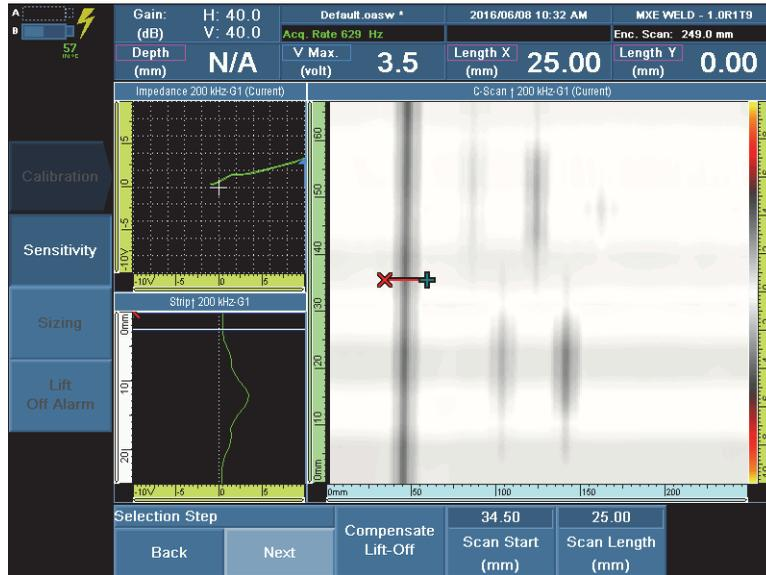

图 4-2 将光标放置在第一个刻槽的两侧（颜色会变化）
7. 将光标放置在缺陷的两侧，并覆盖缺陷的整个长度，选择 **Compensate Lift-Off**（补偿提离），然后按 F8 键（**Next**）（下一步）（参见第 47 页的图 4-2）。